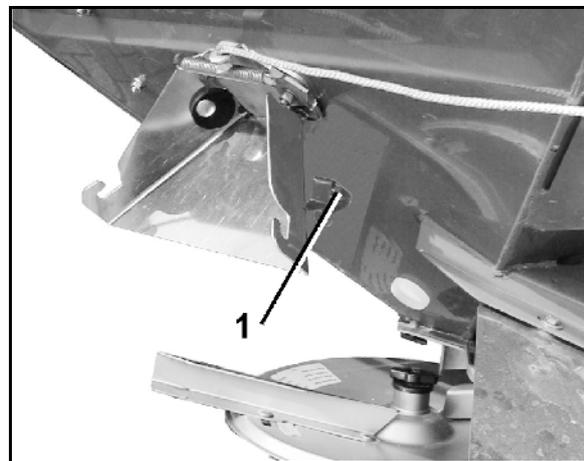
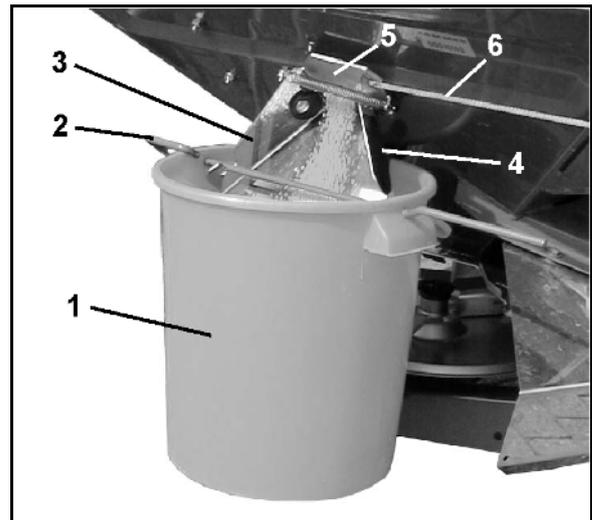

Fig. 68
Fig. 70
1. Auffangbehälter (Fig. 70/1) mittels Bügel (Fig. 70/2) an der Auslaufrutsche (Fig. 70/3) einhängen. Auffangbehälter in Klemmvorrichtung (Fig. 70/4 u. Fig. 68/1) einrasten.
2. Seitenschieber (Fig. 70/5) von Auslaufrutsche ca. 5 sec. mittels Seil (Fig. 70/6) vollständig öffnen (um gleichmäßigen Düngereinfluss zu gewährleisten). Hiernach die aufgefangene Düngermenge in den Streuer zurückschütten.